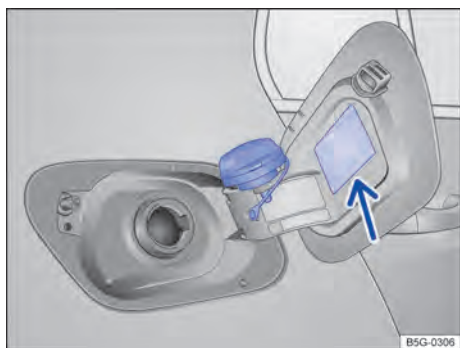

Fig. 15 Portinhola do tanque aberta com a tampa do gargalo posicionada sobre a dobradiça.
- Desrosquear a tampa do gargalo no sentido anti-horário e posicioná-la sobre a dobradiça → Fig. 15
O tipo de combustível correto para o veículo está indicado em uma etiqueta adesiva na parte interna da portinhola do tanque de combustível → Fig. 15 (seta).